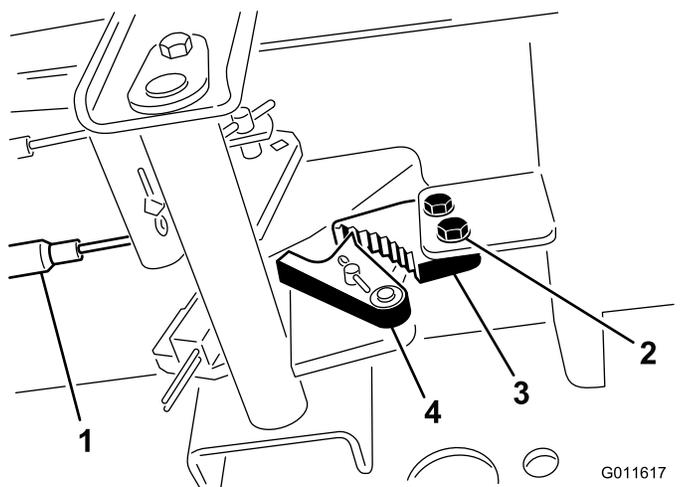

Рисунок 99
1. Ослабьте два винта крепления защелки стояночного тормоза к раме (Рисунок 99).
2. Нажимайте педаль тормоза вперед до тех пор, пока фиксатор тормоза не войдет полностью в зацепление с защелкой тормоза (Рисунок 99).